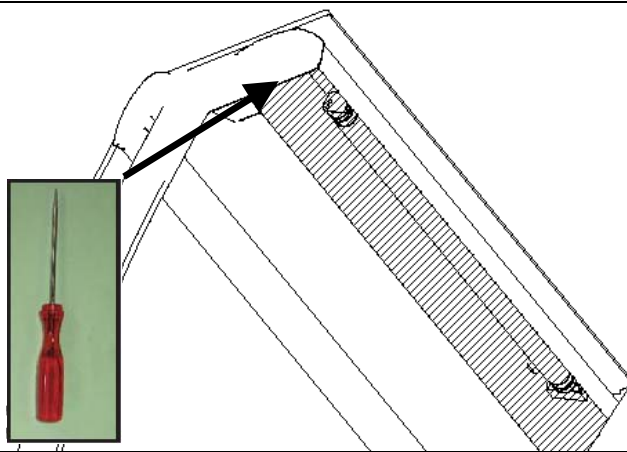

Fig. 1: point d'extraction
- Enlever la protection en plastique transparent en faisant levier sur le bord de la protection avec un ustensile pointu (fig. 1).